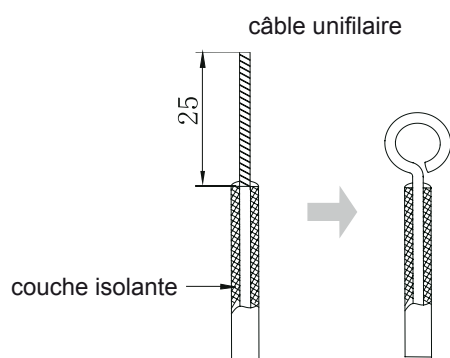

Fig 5.1.1
(1) Connexion du câble (comme sur la fig 5.1.1)